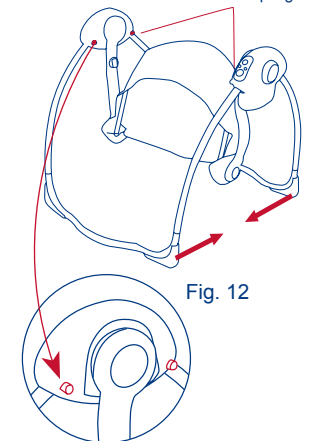

Fig. 12
- 12) • Press the fold buttons located on both sides of the frame and push inward on the frame legs to fold the product. (Fig. 12)
- Oprima los botones de pliegue ubicados a ambos lados del armazón y empuje las patas del armazón hacia dentro para plegar el producto. (Fig. 12)
- Appuyer sur les boutons de pliage situés de chaque côté du cadre et pousser les jambes du cadre vers l'intérieur pour plier le produit. (Fig. 12)